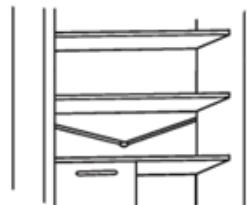

Fig.19
- Halten Sie den Ablaufschlauch (Abb. 19) im Kühlraum sauber, damit dieser sich nicht mit Wasser füllt.